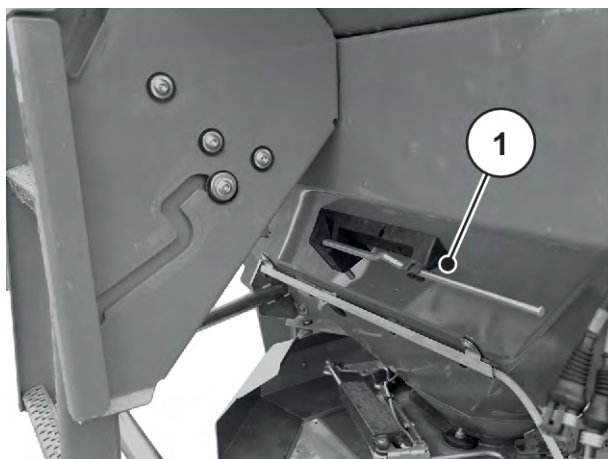

Рис. 27: Розташування регулювального важеля AXIS хх.2
- ▶ Знову вставте важіль регулювання в передбачене для нього кріплення. Див. Рис. 27 Розташування регулювального важеля AXIS xx.2